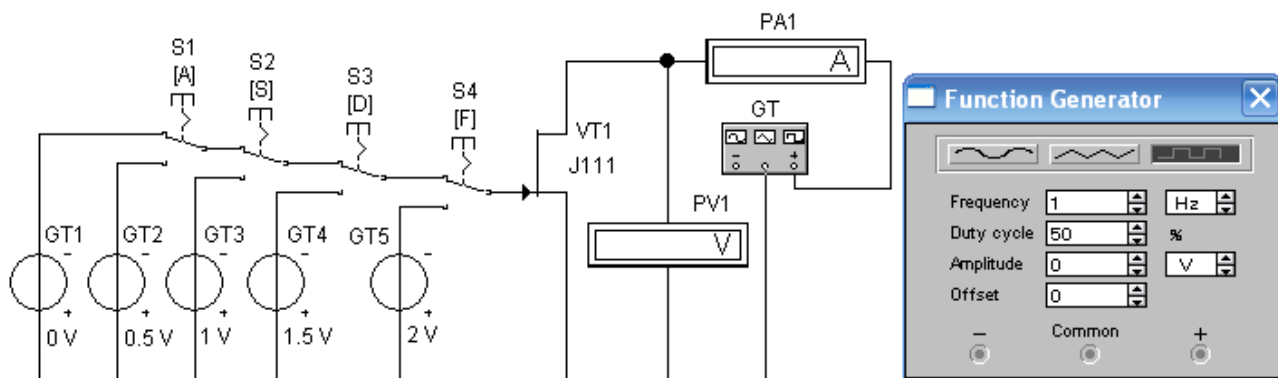

Figura 3–Circuitul de ridicare a caracteristicilor de ieșire adică $I_c = f(U_{c-e})/I_b = \text{const.}$
2.1 Deschideți fișierul „tr_tec_02.ewb”, pe ecran apare circuitul din figura 3.